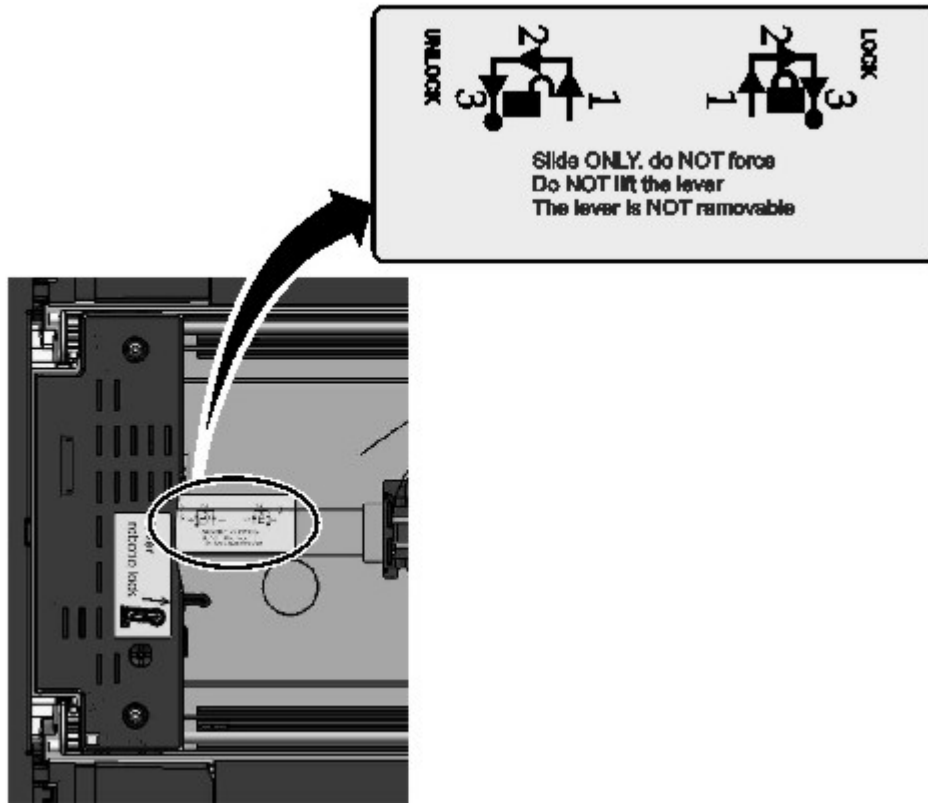

図 72. ロボットのアンロック
10. レバーをアンロックして、アクセサを取っておきます。 141 ページの図 72 を参照してください。